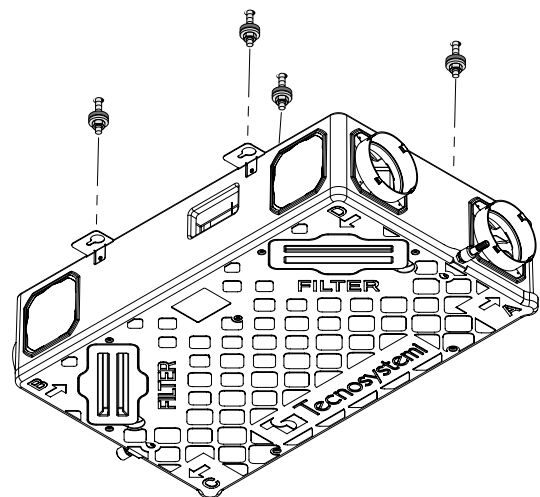

Fig. 3
3. Visser partiellement les vis avec les boulons dans chaque trou (fig. 3).